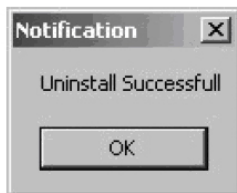

Рисунок 7.7 – Экранная форма успешного удаления драйвера
- при успешном удалении драйвера появляется следующая форма (рисунок 7.7). Для закрытия экранной формы следует нажать кнопку «ОК».